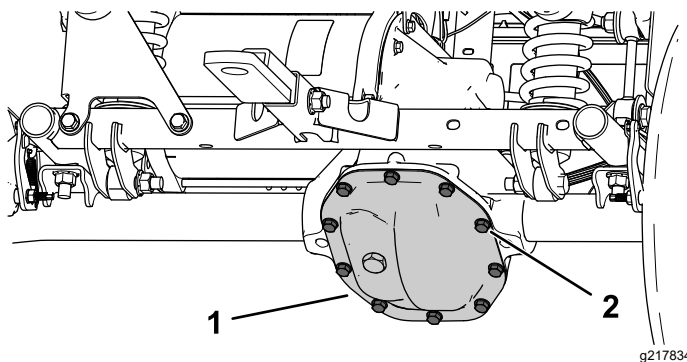

Figure 49
1. Placez un bac de vidange sous la protection de la boîte-pont (Figure 49).
2. Retirez les boulons de la protection de la boîte-pont moteur et vidangez tout le liquide (Figure 49).